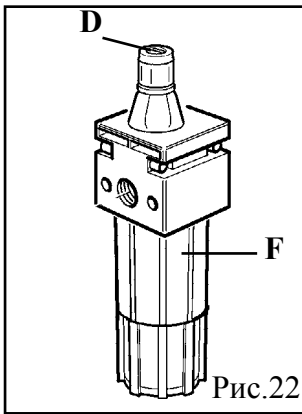

Рис.22
- Controllare il livello olio nella tazza del lubrificatore. Eventualmente rabboccare svitando la tazza F. Utilizzare solamente olio per impianti pneumatici di classe **ISO HG** con viscosità **ISO VG 32** come ad esempio: ESSO Febis K32; MOBIL Vacouline Oil 1405; KLUBER Airpress 32). (fig. 22)
- Controllare che ogni 3 - 4 pressioni sul pedale U cada una goccia di olio nella tazza F. In caso contrario regolare l'apposita vite D (fig. 22)
-Check the oil level in the lubricator tank. If necessary, fill up by unscrewing the reservoir F. Only use ISO VG viscosity ISOHG class oil for compressed air circuit (such as ESSO Febis K32; Mobil Vacouline Oil 1045; KLUBER Airpress 32).(Fig. 22)
-Check that a drop of oil is injected into the reservoir F every 3-4 times the pedal U is pressed down. If not, regulate using the screw D (Fig. 22).
- Проверяйте уровень масла в лубрикаторе. При необходимости, долейте его, отвернув бачок F. Используйте только класс масла **ISO HG** с вязкостью **ISO VG 32** для пневматических установок (такой, как например ESSO Febis K32; Mobil Vacouline Oil 1045; KLUBER Airpress 32). (Рис. 22).
- Проверяйте, чтобы капля масла подавалась в бачок F каждый раз после 3-х – 4-х нажатий на педаль U. В противном случае отрегулируйте винт D (Рис. 22).
-Ölstand im Schmiergefäß überprüfen. Erforderlichenfalls, Gefäß F abschrauben und mit neuem Öl auffüllen, dessen Qualität folgender Daten entsprechen soll: Klasse ISO HG, Viskosität ISO VG 32. Einige Beispiele: ESSO Febis K32; MOBIL Vacouline Oil 1405; KLUBER Airpress 32. (Abb. 22).
-Überprüfen, ob nach jeweils 3 - 4 Pedaldrücken (U) ein Tropfen Öl ins Gefäß F fällt. Ist dies nicht der Fall, Schraube D regulieren (Abb. 22).